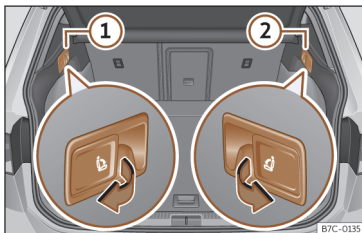

Fig. 77 Na bagageira: alavancas para o desbloqueio do encosto traseiro.
- Puxe a alavanca de desbloqueio à distância da parte esquerda >>> **Fig. 77** ① o derecha ② do encosto no sentido da seta. A parte desbloqueada do encosto traseiro rebate-se automaticamente para a frente.